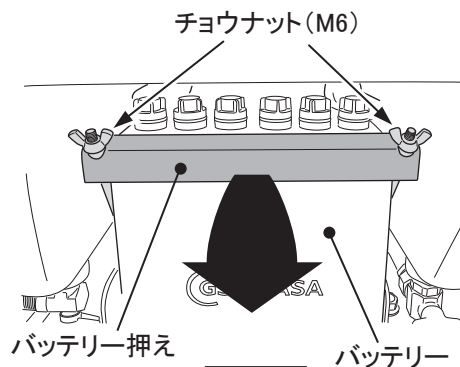

図 45
1. 本機後部の水タンク内にバッテリーが装備されています。2か所のチョウナット(M6)をゆるめてからバッテリー押えを手前に倒します。(図45)